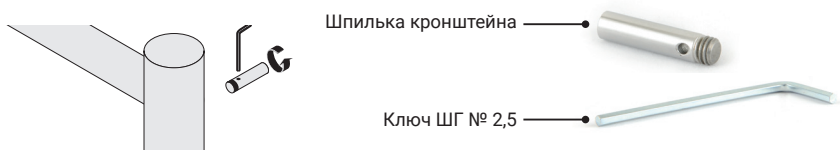

Рис.2
4.1.2. Установить на полотенцесушитель шпильки кронштейнов (рис. 2). Для плотной протяжки шпилек можно использовать ключ ШГ №2,5 который нужно вставить в технологическое отверстие в шпильке и подтянуть по часовой стрелке до упора.